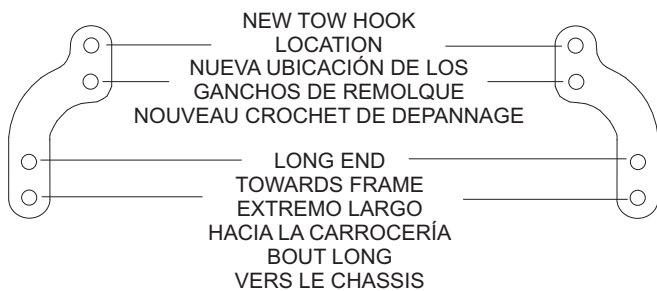

FIGURE 6 FIGURA 6 FIGURE 6
- STEP 5. Attach tow hooks as shown. **SEE FIGURE 6.** Straighten tow hooks.
- ETAPE 5. Fixez les crochets de dépannage tel qu'illustré. **VOIR FIGURE 6.** Redressez les crochets de dépannage.